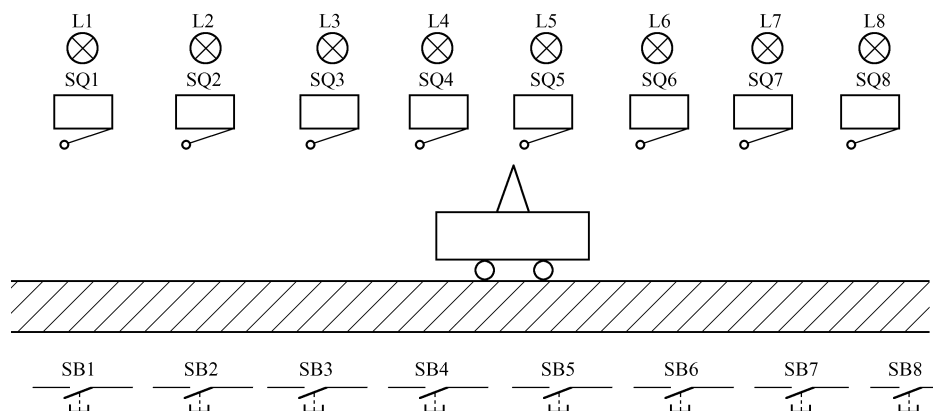

图 3-51 一辆小车运料示意图
1. 有一辆小车运料，供应这八个工位物料，每个工位有一个按钮和一个对应的指示灯以及一个限位开关，如图 3-51 所示。